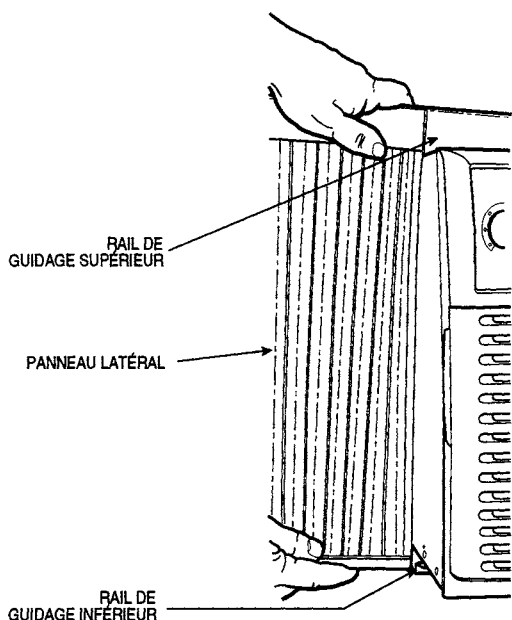

FIGURE 5 — INSTALLATION DU PANNEAU LATÉRAL
9. Insérer les rails de guidage supérieur et inférieur dans les fentes situées en haut et en bas du boîtier du climatiseur. Voir la figure 5. Faire glisser le panneau au fond, pour qu'il soit à égalité avec le boîtier du climatiseur.